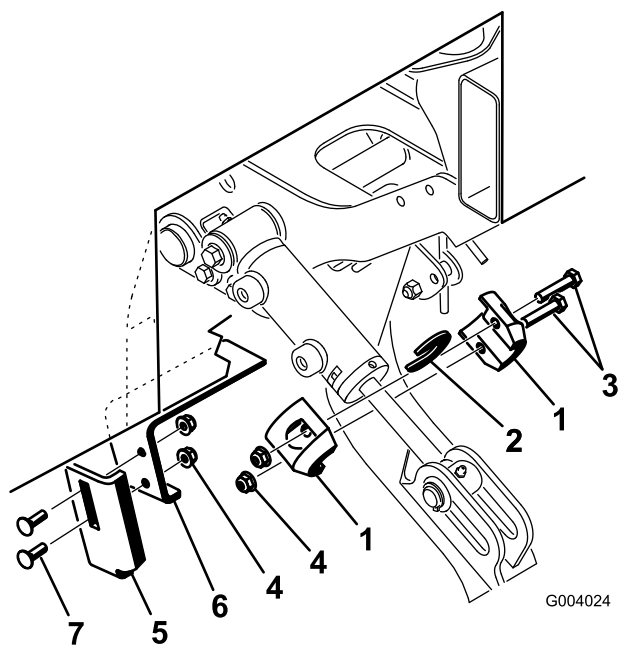

Рисунок 2
2. Установите манжеты цилиндров на выдвинутый шток цилиндра, используя 2 болта и 2 фланцевые контргайки (Рисунок 2). Убедитесь, что манжеты цилиндров правильно посажены на верхние части цилиндров.
3. Установите, не затягивая, упорный угольник на кронштейн дефлектора с помощью 2 каретных болтов и 2 контргайки (Рисунок 2).
4. Переместите упорный угольник в самое верхнее положение на кронштейне и затяните фланцевые контргайки (Рисунок 2).
2. Установите манжеты цилиндров и разделитель на выдвинутый шток цилиндра, используя 2 болта и 2 фланцевые контргайки (Рисунок 2).
4. Переместите упорный угольник в самое нижнее положение на кронштейне и затяните фланцевые контргайки (Рисунок 2).